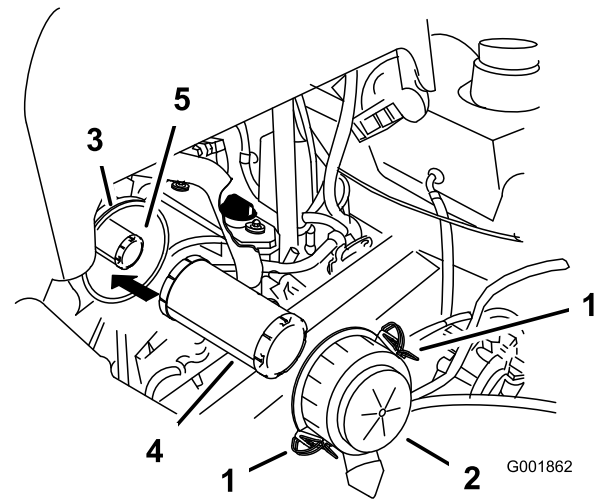

Figura 40
4. Abra los cierres del limpiador de aire y tire de la tapa del limpiador de aire para separarla de la carcasa del limpiador de aire (Figura 40).
6. Extraiga con cuidado el filtro primario del cuerpo del limpiador de aire (Figura 40). Evite golpear el filtro contra el lado de la carcasa.
1. No limpie el filtro de papel, cámbielo (Figura 40).
2. Si va a cambiar el filtro de seguridad, deslícelo cuidadosamente en el cuerpo del filtro (Figura 40).
3. Deslice cuidadosamente el filtro primario por encima del filtro de seguridad (Figura 40). Asegúrese de
4. Instale la tapa del limpiador de aire con el lado que lleva la palabra UP hacia arriba, y fije los cierres (Figura 40).